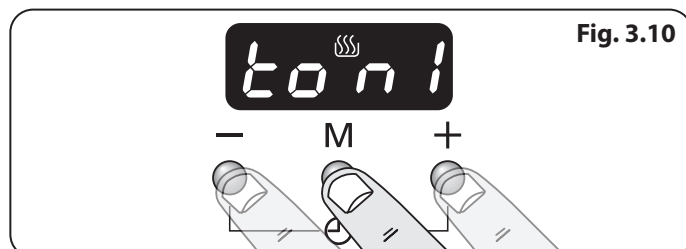

Fig. 3.10
1. Appuyer simultanément sur les boutons [+] et [-], puis sur le bouton mode [M]. L'écran indiquera « ton 1, 2 ou 3 » (**Fig. 3.10**).